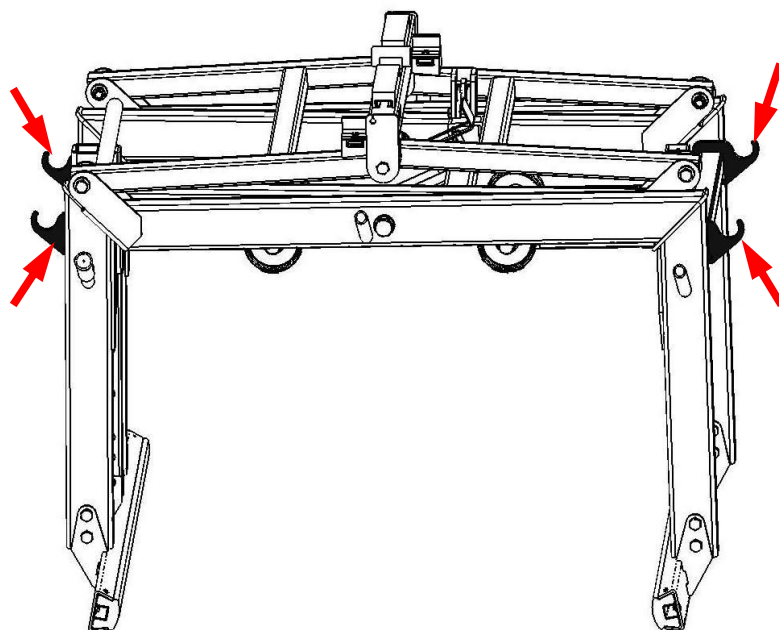

Abb. 3
1.) Alle 4 Netzhaltungen jeweils seitlich am Gerät einhaken. (siehe Abb. 1 + Abb. 3)